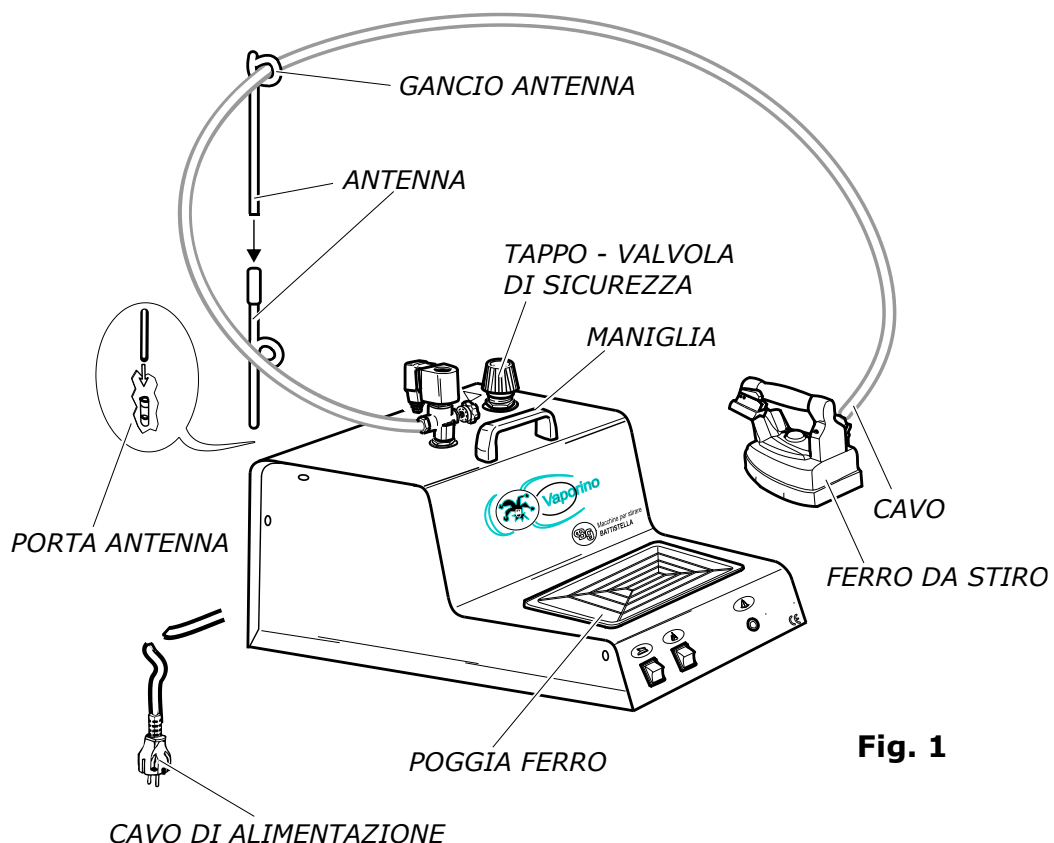
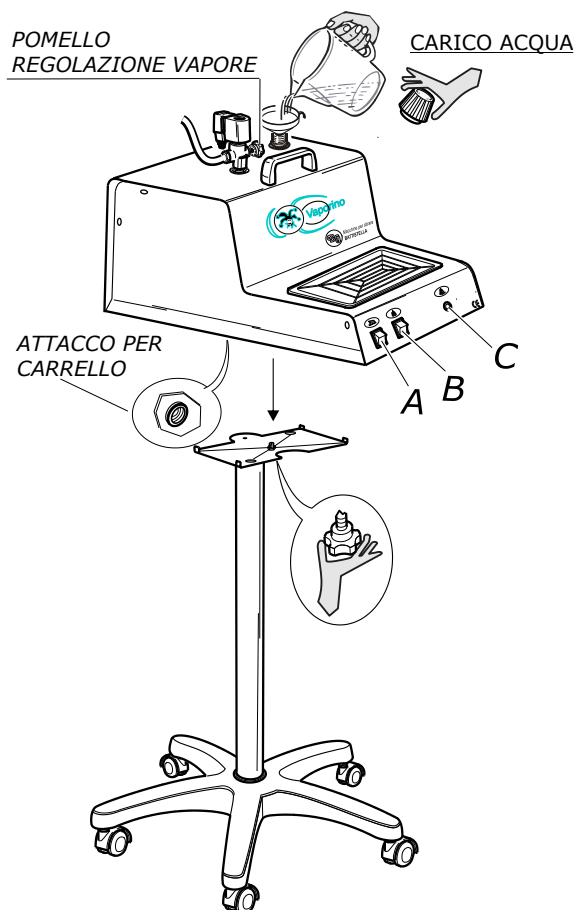
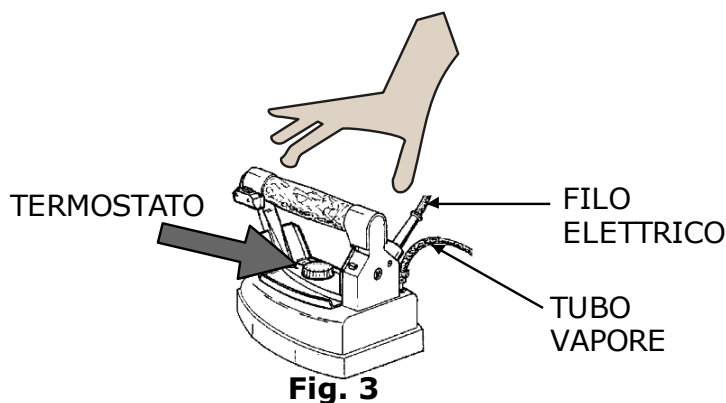
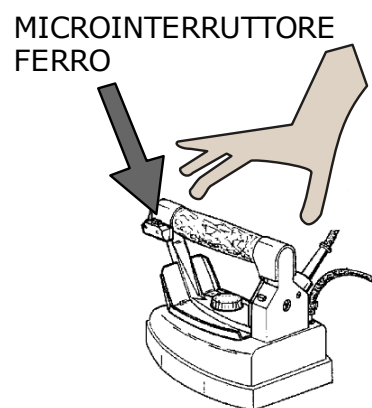

Fig. 1
Fig. 2
Fig. 3
Fig. 4
Per il trasporto e la movimentazione del VAPORINO MAXI servirsi esclusivamente dell'apposita maniglia. Mai tirare i cavi elettrici (fig. 1).
2. Estrarre il VAPORINO MAXI dalla scatola, montare l'antenna e inserirla nell'apposito porta antenna situato sul retro del VAPORINO MAXI (fig. 1), avendo l'avvertenza di inserirla bene fino in fondo.
4. Posare il ferro sul poggia ferro in gomma in dotazione (fig. 1).
5. Per il VAPORINO MAXI dotato di carrello: avvitare il pomello del carrello sull'apposito attacco presente sotto la base del VAPORINO MAXI (fig. 2).
1. Svitare il tappo valvola dal VAPORINO MAXI (fig. 1), riempire con la quantità desiderata d'acqua la caldaia (fig. 2) prestando attenzione che non trabocchi. Si consiglia di riempire la caldaia servendosi di un imbuto. Riavvitare il tappo prendendolo per la parte in plastica con l'avvertenza di non serrarlo troppo altrimenti si rovina la guarnizione (vedi capitolo 7).
3. Accendere l'interruttore della caldaia (fig. 2 B), l'interruttore del ferro (fig. 2 A) e portare il termostato del ferro da stiro (fig. 3) sulla posizione "cotone".
4. Attendere che la spia caldaia si spenga (fig. 2 C). A questo punto sollevare il ferro da stiro per il manico in sughero e premere il microinterruttore del ferro (fig. 4) per 4-5 volte, facendo uscire il vapore. Bisogna inoltre accertarsi che il vapore sia ben saturo (premendo il microinterruttore con il ferro da stiro rivolto verso il pavimento). E' possibile inoltre regolare la quantità di vapore desiderata tramite il pomello di regolazione vapore situato nell'elettrovalvola (fig. 2). Eseguita l'operazione, il ferro da stiro è pronto per stirare. Durante lo stiro la spia caldaia si accende e si spegne in continuazione, segno di normale funzionamento (fig. 2 C).
11. **Non bisogna mai sostituire il tappo valvola (fig. 1) con tappi di altro genere. N.B.: il tappo valvola è tarato a 4,5 bar ed inoltre ha la funzione di valvola di sicurezza.**
1. Passare il ferro da stiro sui capi da stirare, premendo ad intervalli il microinterruttore del ferro (fig. 4) per far uscire il vapore.
4. Per la stiratura a secco si può regolare il termostato (fig. 3) sulle varie posizioni, a seconda del tipo di tessuto che si vuole stirare (fare riferimento quindi alle indicazioni apposte sui capi). Per lo stiro a vapore si deve regolare il termostato sulla posizione "cotone" o "lino" (**N.B.:** solo per i ferri Tulipano il termostato deve essere posizionato su fine "lana" - inizio "cotone").
5. Quando il VAPORINO MAXI viene utilizzato abbinato ad un tavolo da stiro non aspirante è possibile che sorgano delle macchie d'acqua sul tavolo, in questo caso diminuire il flusso di vapore del ferro tramite il pomello di regolazione vapore (fig. 2). Si consiglia perciò di abbinare l'apparecchio ad un tavolo aspirante e riscaldato.
Rifornire quindi d'acqua la caldaia (fig. 2) in base alla necessità evitando il trabocco (vedi capitolo 4 punto 1). Riavvitare il tappo valvola, reinserire la spina nella presa di corrente e attendere finché non si spegne la spia caldaia (fig. 2 C). Il ferro è nuovamente pronto per stirare.
3. il tubo vapore e il filo del ferro da stiro ogni qualvolta risultino danneggiati (fig. 3);
6. quando il ferro si surriscalda o perde acqua (fig. 3);
7. quando si lava o si pulisce il ferro da stiro con l'acqua (fig. 3);